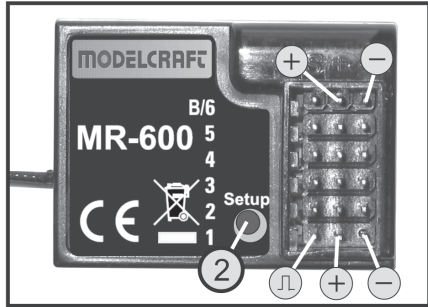

Bild 6
Schalten Sie den Sender und anschließend den Empfänger ein. Bei korrekter Binding-Funktion leuchtet die rote Kontroll-LED im Empfänger unmittelbar neben dem Setup-Taster (siehe Bild 6, Pos. 2) und die vier Servos reagieren auf die Bewegungen der Steuerknüppel. Prüfen Sie die korrekte Funktion des Empfängers und schalten ihn anschließend wieder aus.
- Drücken und halten Sie mit einem spitzen Gegenstand (Zahnstocher o.ä.) am Empfänger die Setup-Taste (siehe auch Bild 6, Pos. 2).
- Schalten Sie bei gedrückter Setup-Taste den Empfänger ein. Wenn die LED im Empfänger schnell zu blinken beginnt, lassen Sie die Setup-Taste des Empfängers (2) wieder los.
- Drücken und halten Sie die Binding-/PDM-Taste am Sender (3). Wenn die grüne LED-Anzeige für die Binding-Funktion und Unterspannung (14) schnell zu blinken beginnt, lassen Sie die Taste wieder los. Die LED im Empfänger erlischt.
- Sobald die grüne LED-Anzeige für die Binding-Funktion und Unterspannung (14) wieder dauerhaft leuchtet (nach ca. 5 Sekunden), ist der Bindungs-Vorgang abgeschlossen. Die LED im Empfänger leuchtet wieder dauerhaft und signalisiert Ihnen den Empfang der Steuersignale des Senders.